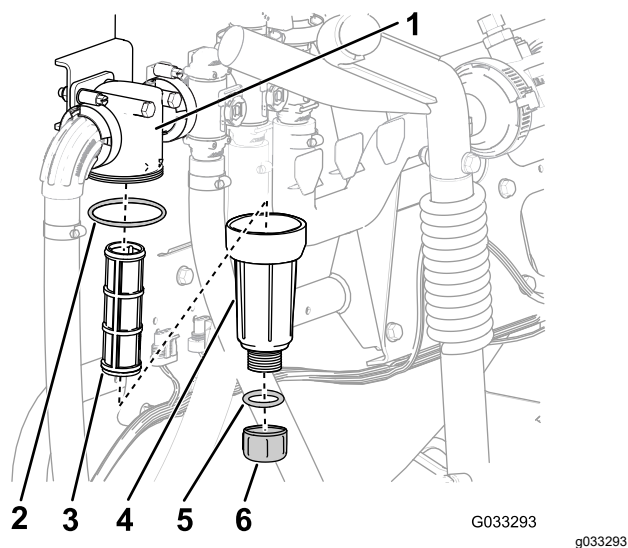

Figure 30
2. Placez un bac de vidange sous le filtre de pression (Figure 30).
3. Tournez le bouchon de vidange dans le sens antihoraire et déposez-le de la cuvette du filtre de pression (Figure 30).
4. Tournez la cuvette dans le sens antihoraire et déposez la tête du filtre (Figure 30).
5. Retirez l'élément du filtre de pression (Figure 30).
7. Contrôlez l'état et l'usure du joint du bouchon de vidange (à l'intérieur de la cuvette) et du joint de la cuvette (à l'intérieur de la tête du filtre) (Figure 30).
8. Placez l'élément dans la tête du filtre de pression (Figure 30).
9. Vissez la cuvette sur la tête du filtre à la main (Figure 30).
10. Vissez le bouchon de vidange sur le raccord au fond de la cuvette et serrez-le à la main (Figure 30).